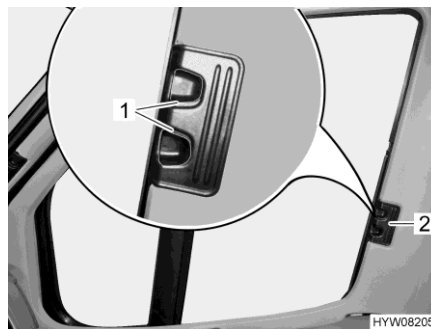

Fig. 102 Tendina oscurante pieghevole (finestrino del conducente/passeggero)
- Premere le maniglie di sbloccaggio (Fig. 102,1) e mantenerle premute.
- Con la levetta (Fig. 102,2) tirare le tendine oscuranti pieghevoli per il finestrino del guidatore e del passeggero verso l'altro lato della finestra e congiungerle alle strisce magnetiche.
- Inserire fino all'arresto le tendine oscuranti pieghevoli per il finestrino del guidatore e del passeggero per la maniglia (Fig. 102,2).
- Rilasciare le maniglie di sbloccaggio (Fig. 102,1) e mantenerle innestate.